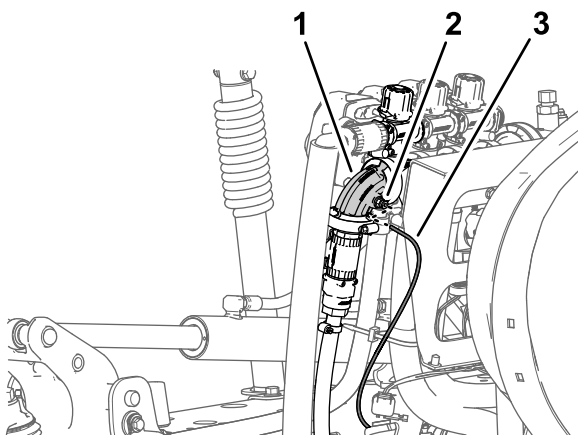

Bild 30
1. Drücken Sie den Stellring für die Schlauchkupplung in den 90°-Krümmer des rechten Sprühabschnittventils hinein (Bild 30).
2. Ziehen Sie den Druckmessschlauch für das Messgerät am Armaturenbrett aus der Schlauchkupplung (Bild 30).